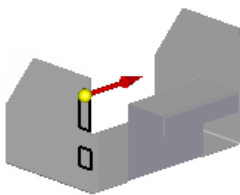
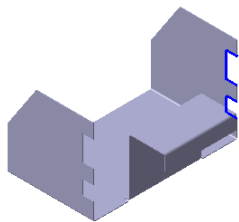

图 8.9.20 定义移除方向
图 8.9.21 镜像特征 2
(3) 定义法向除料特征属性。在命令条中单击“厚度剪切”按钮 和“穿透下一个”按钮 ，并将移除方向调整至图 8.9.20 所示的方向。
(4) 单击 按钮，完成特征的创建。
Step10. 创建图 8.9.21 所示的镜像特征 2。
(1) 选取要镜像的特征。选取上一步所创建的法向除料特征 2 为镜像源。
(2) 选择命令。单击“主页”功能选项卡“阵列”工具栏中的 镜像按钮。
(3) 定义镜像平面。选取右视图 (YZ) 平面为镜像平面。